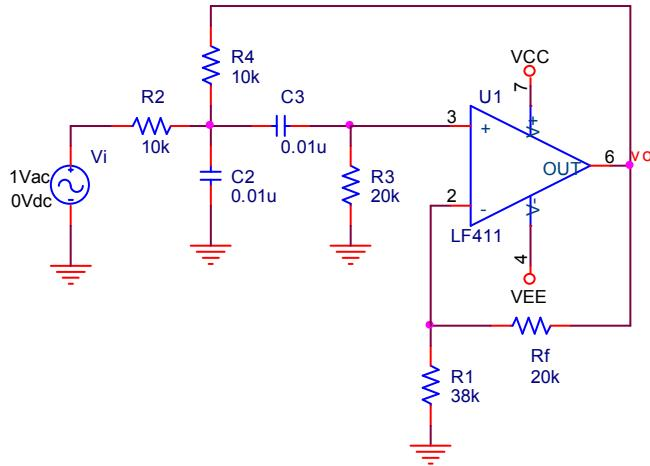

图 8.2.5 二阶有源带通滤波器
8.2.5 二阶有源带通滤波器电路如图 8.2.5。求中心频率 f_0 和带宽 BW，以及电路的幅频特性曲线。(erjieyouyuandaitong)